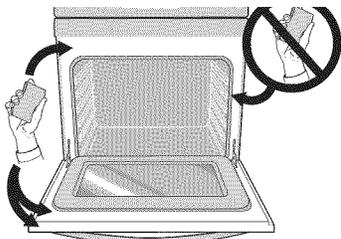

Figure 20 : Nettoyer la partie autour du joint de la porte du four
- N'utilisez pas de produits de nettoyage du commerce ni d'enduit protecteur dans le four ou autour de l'une des pièces de la cavité du four. Ne nettoyez pas le joint de la porte du four. Prenez soin de ne pas frotter, endommager ou retirer le joint et de ne pas utiliser de produit de nettoyage sur le joint de la porte (Voir Figure 20). Vous risqueriez d'entraîner des dommages et de réduire l'efficacité du four.
- À l'aide d'eau et de savon, nettoyez toute saleté sur le cadre de la cuisinière, le revêtement de la porte autour du joint et la petite surface située au centre, vers l'avant, sur la sole du four (Voir Figure 20). Ces zones chauffent suffisamment pour que la saleté y brûle.